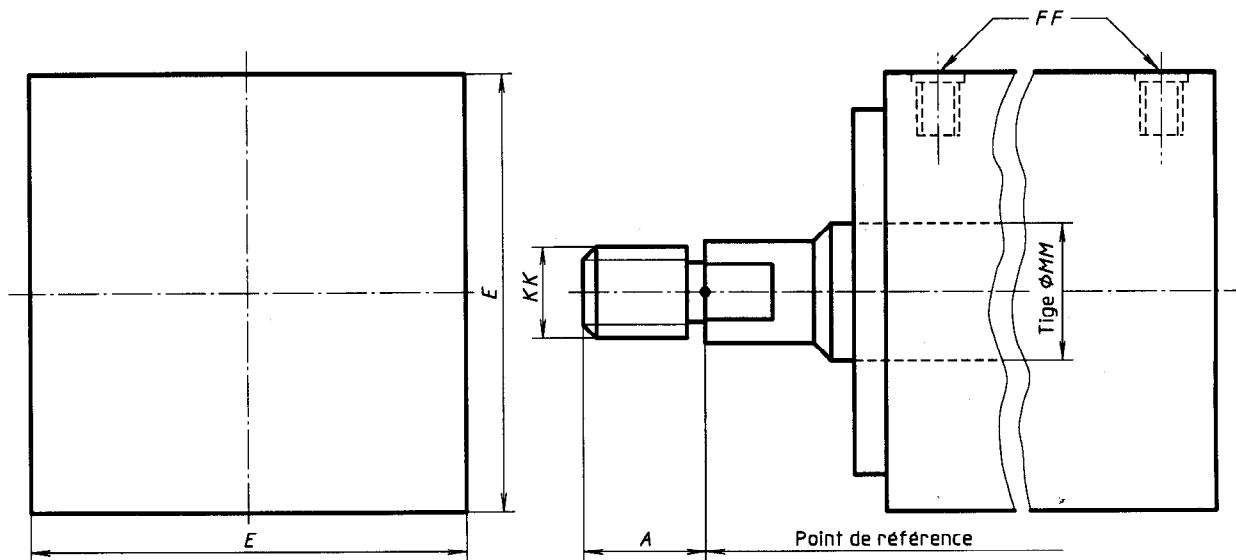

Figure 1 — Dimensions de base
7.1 La présente partie de l'ISO 6020 prescrit les caractéristiques des tiges de piston ayant une extrémité avec filetage mâle et épaulement (voir figure 1 et tableau 1 pour les dimensions de base).